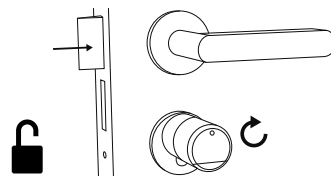
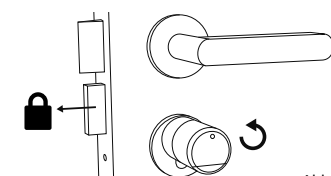

Abb. 114
Abb. 115
- 2 Der Zylinder ist nun freigegeben und das Schloss kann geöffnet (Abb. 114) bzw. abgeschlossen werden (Abb. 115).